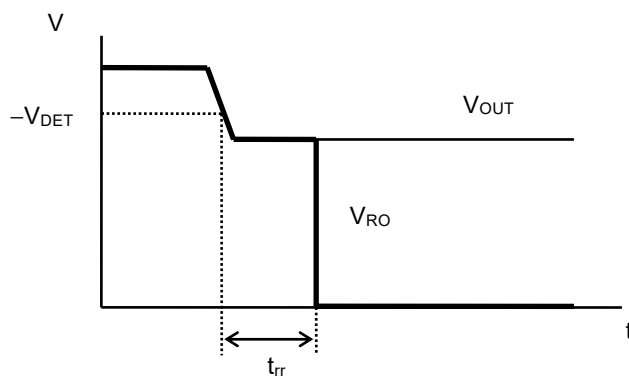

図7 リセット反応時間
*4. V_{OUT} が $-V_{DET}$ を下回ってから実際にRO端子の出力が反転するまでの時間 (図7参照)。 V_{OUT} が $V_{OUT(S)} \rightarrow -V_{DET}$ に変化してから V_{RO} が $V_{OUT} / 2$ に達するまでの期間を表します。